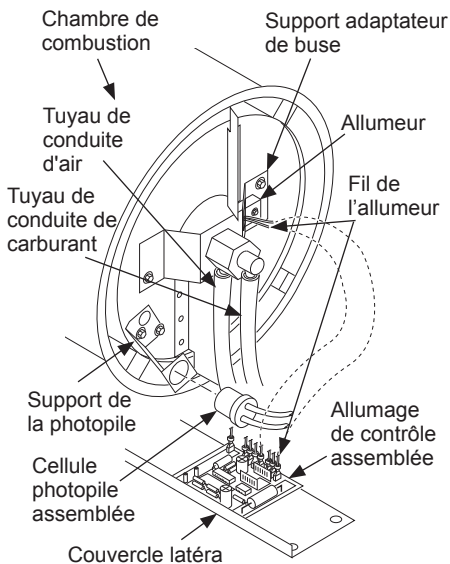

Figure 12 - Débrancher les fils de l'allumeur assemblée de contrôle d'allumage
3. Retirez le couvercle du côté de la commande avec un pilote 5/16" écrou. Retirez le panneau latéral (voir les figures 12).
4. Débrancher les fils de l'allumeur de commande d'allumage de montage (voir figure 12). Tirer les fils allumeur à travers le trou dans la coque inférieure.
5. Débrancher le tuyau de carburant et le tuyau en ligne en ligne de l'air. Retirer cellule photoélectrique de cellule photoélectrique support (voir figure 12).
11. Acheminer les fils allumeur vers le bas à travers le trou dans la coque inférieure. Connecter les fils à l'ensemble de commande d'allumage (voir figure 12).
3. Retirez l'ensemble de commande d'allumage ancienne. Installez la nouvelle assemblée de commande d'allumage (voir figure 12, page 59).